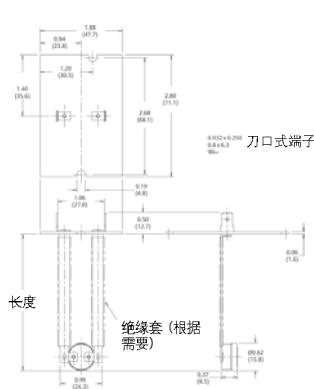

图7
**36T面板安装——**为了进一步深入到密封装置内，与内部气流充分接触，从而更精确地探测内部的空气温度，36T系列温控器可以被安装在延伸轴上(见图7)。有各种长度的延伸轴可供选择，包括2英寸(50.4mm)、3英寸(75.6mm)、5英寸(126mm)和7英寸(176.4mm)。我们拥有各种规格的安装面板，根据客户的要求，我们还可为延伸轴提供绝缘套。